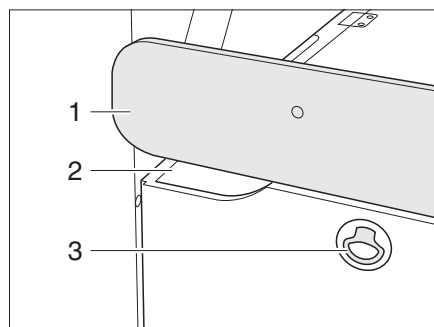

Fig. 32 Sedili
▷ Non tirare per il diaframma (Fig. 32,1).
■ Estrarre la prolunga con la maniglia (Fig. 32,2) sotto il diaframma.
■ Tirando il bloccaggio (Fig. 32,3), aprire lo sportello del gavone.